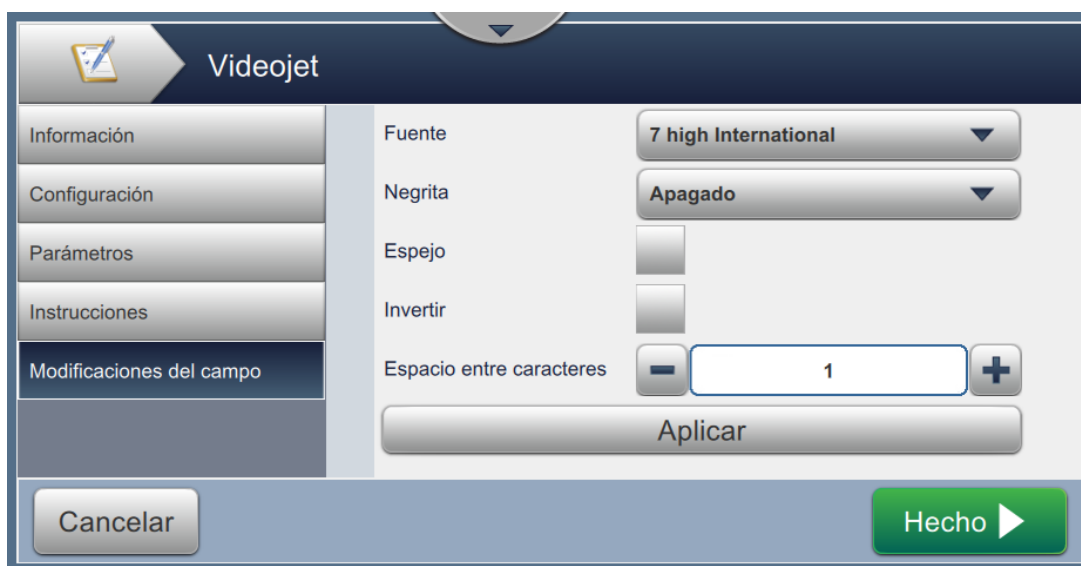

Figura 5-16: Pantalla Modificaciones del campo
3. Vaya a *Configuración de trabajo* > *Modificaciones del campo* tal y como se muestra en la Figura 5-16.